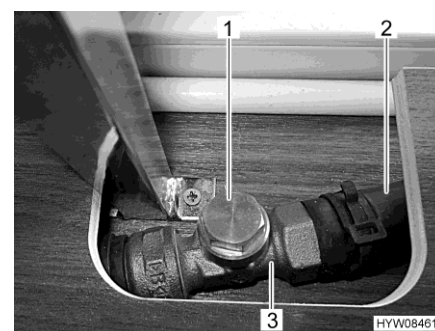

Fig. 164 Valvola (aperta)
- Afferrare la tubatura di bypass (Fig. 164,2) dietro la valvola (Fig. 164,3). Il tubo flessibile deve essere tiepido.